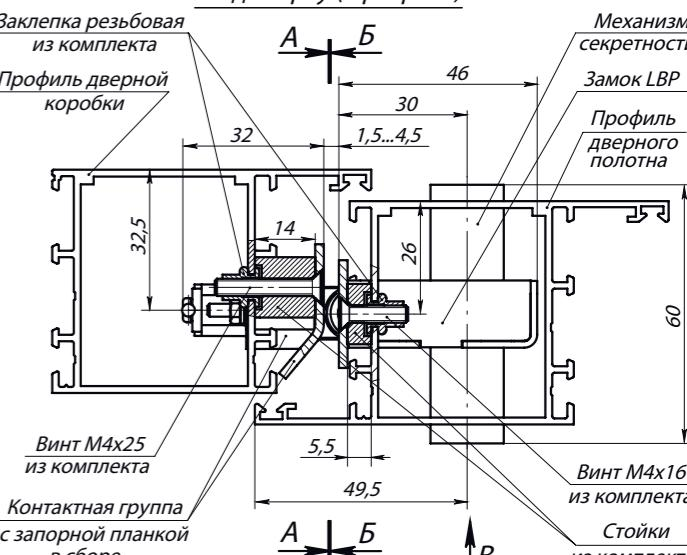

Рис. 3. Замок с контактной группой PERCo-BP2 в сборе (виды А, Б и В изображены на установочных шаблонах)
- профили дверного полотна AGS68\_6863, AGS50\_5213 и профили дверной коробки: AGS68\_6864, AGS50\_5215 (ООО «Агрисогаз»), или аналогичные им по своему сечению (см. рис. 3).
3. Для замка с запорной планкой PERCo-BP1. Установите замок (1) в заранее подготовленный паз в профиле дверного полотна и закрепите его двумя винтами M4x16 (5) из комплекта поставки (см. рис. 3).
4. Для замка с запорной планкой PERCo-BP2. Установите замок (1) в заранее подготовленный паз в профиле дверного полотна. Подложите под точки крепления замка стойки из комплекта поставки, после чего закрепите замок винтами M4x16 (5) (см. рис. 3).